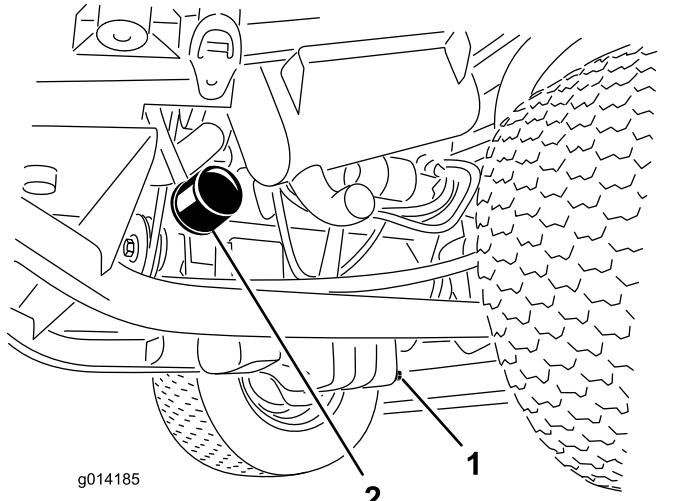

Figura 33
1. Togliete il tappo di spurgo (Figura 33) e lasciate defluire l'olio in una bacinella.
3. Togliete il filtro dell'olio (Figura 33).